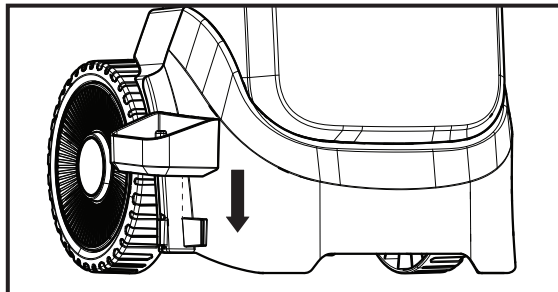

Fig. 2b
3. Presione hacia abajo para alinear con la ranura en forma de U en la parte inferior de la carcasa. (Fig. 2b)